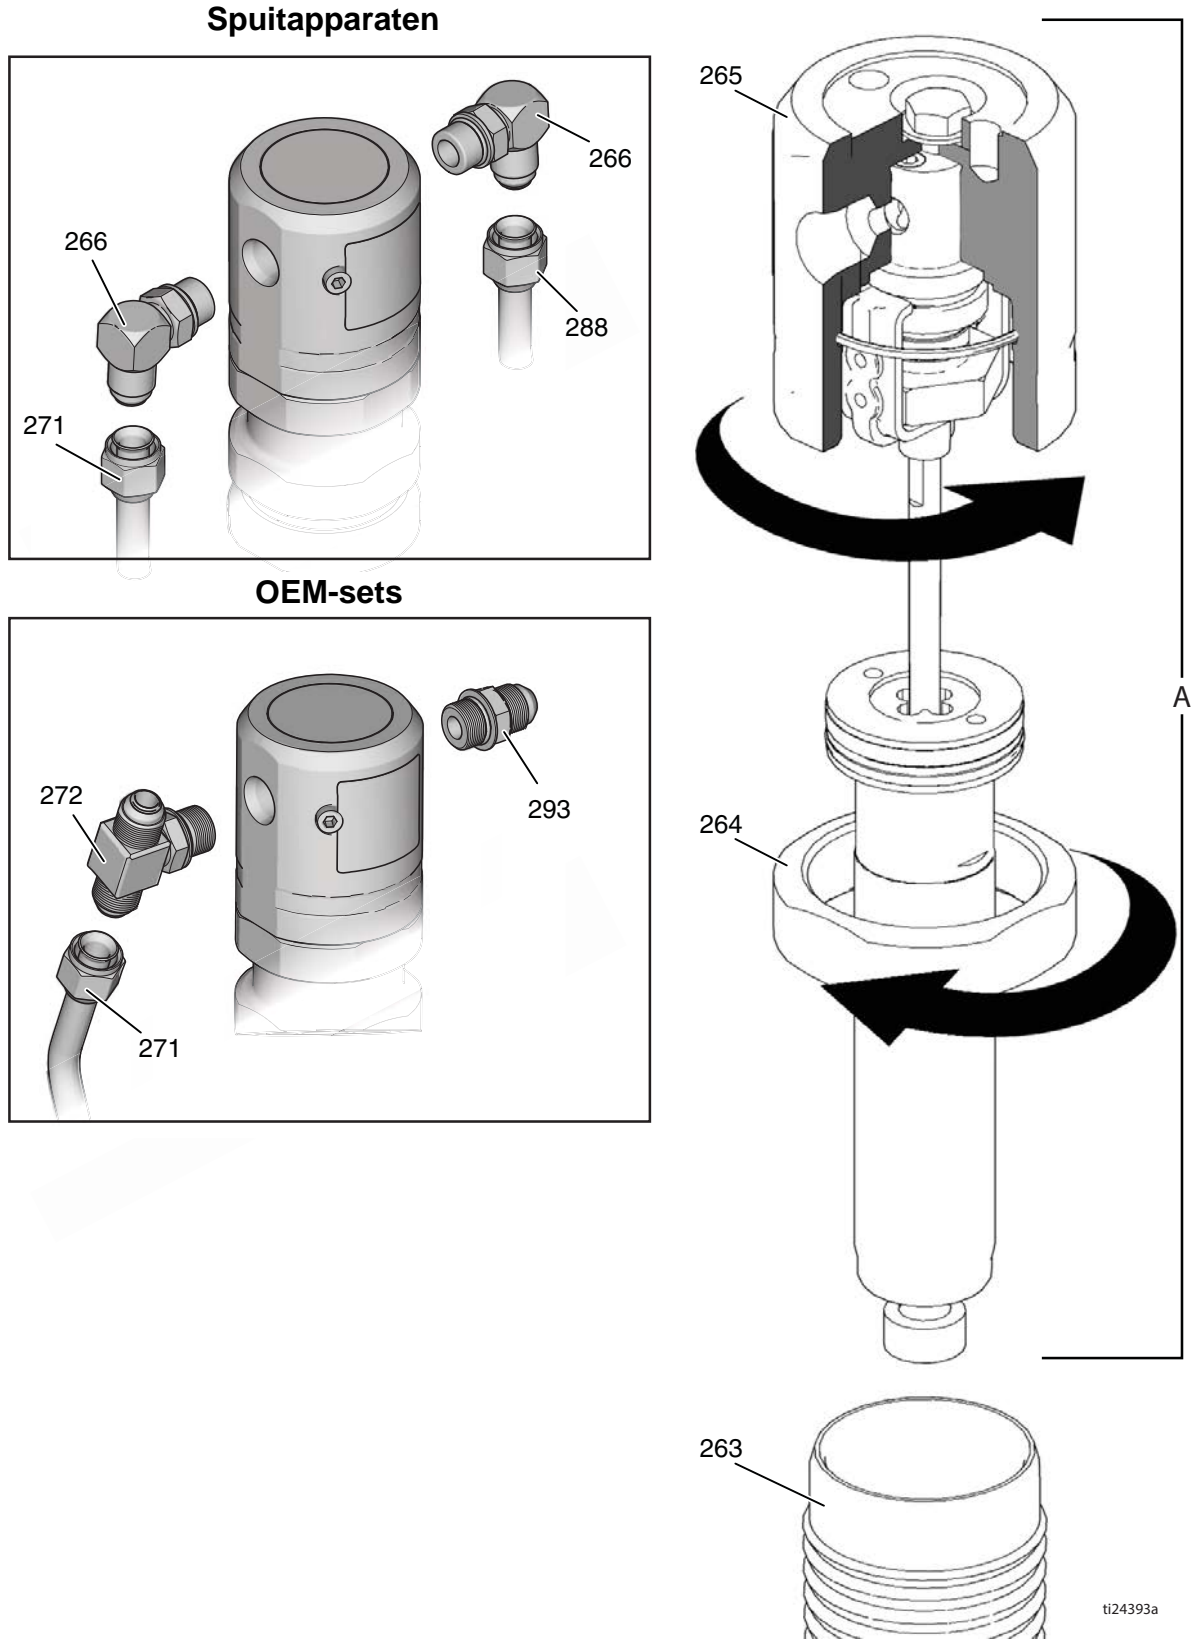

FIG. 5
(Afbeelding 5)
1. Schuif de zuigerstang in de cilinder van de hydraulische motor (263).
2. Schroef de kap van de hydraulische motor (265). Schroef de kap van de hydraulische motor los tot de inlaat en de uitlaat lijnen met de fittingen van de hydraulische leiding en het testgat in de kap van de hydraulische motor in de richting van de riembeschermer (117) zit.
3. Draai de contraoer (264) tegen de kap van de hydraulische motor (265) aan tot 150 ft-lb (17 N·m).
4. Afb. 5. Installeer de hydraulische leidingen (271, 288) op de fittingen (266) links bovenop en aan de rechterzijde van de hydraulische motor; aandraaien tot 40 ft-lb (54,2 N·m).